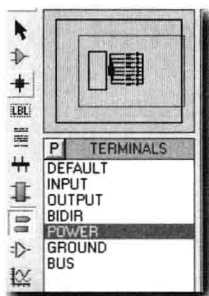

图 1.25 选择 POWER 命令
(8) 放置电源。在工具箱中单击  按钮，在对象选择窗口中选择 POWER 命令，如图 1.25 所示。